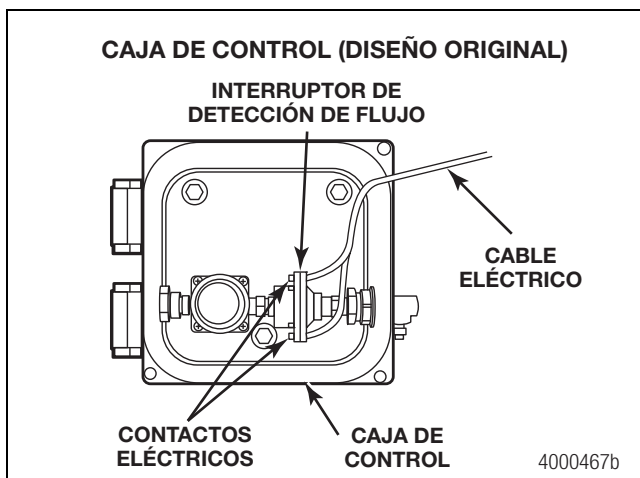
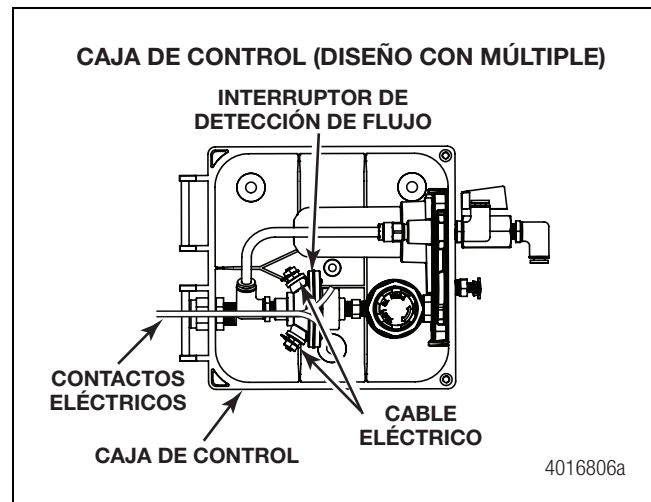

Figura 2.69
Figura 2.70
- Pase el resto del arnés de cableado a través del sello hermético antilíquidos de la caja de control y conecte el arnés a los contactos eléctricos del interruptor de detección de flujo. El cable negro o blanco se puede conectar a cualquiera de las terminales del interruptor de flujo y son intercambiables. Figura 2.69 y Figura 2.70.